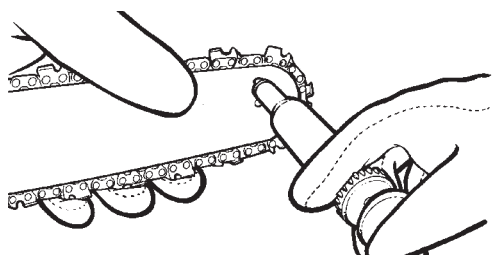

Fig. 41
3. Utilizando la Lube Gun (opcional), inserte la punta de aguja dentro del agujero de lubricación e inyecte grasa hasta que aparezca afuera del borde de la rueda dentada (Fig. 41).